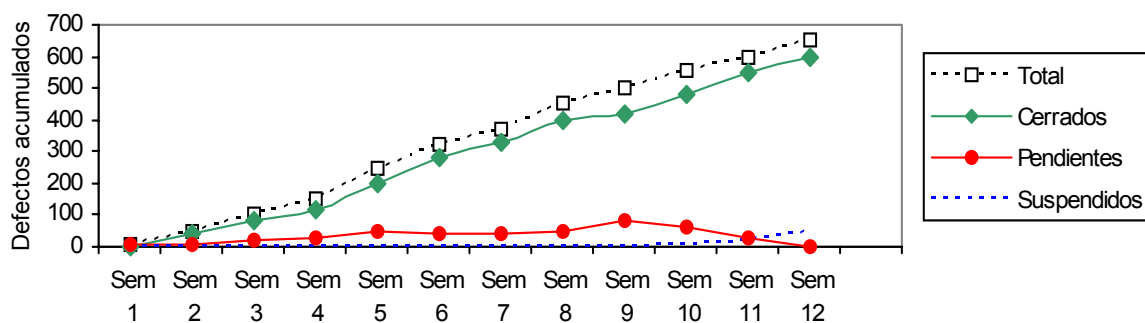

Figura 7 – Indicador de Evolución de la Prueba
Cumpliendo esos dos pasos, podemos obtener el Indicador de Evolución de la Prueba (figura 7).
- Proceso**: el **indicador es muy útil para detectar el síndrome del 90 %**, por ejemplo cuando avanza el **código completo**, pero la **funcionalidad posee gran cantidad de defectos pendientes**. Asimismo **ayuda a detectar si se está aplicando en forma correcta el proceso de desarrollo y prueba en paralelo**. En el ejemplo (figura 7) el proceso se está aplicando adecuadamente.